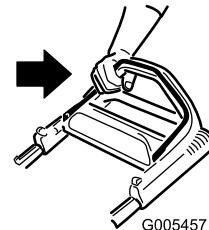

Bild 12
- Halten Sie den Schaltbügel gegen den Griff gedrückt (Bild 12).